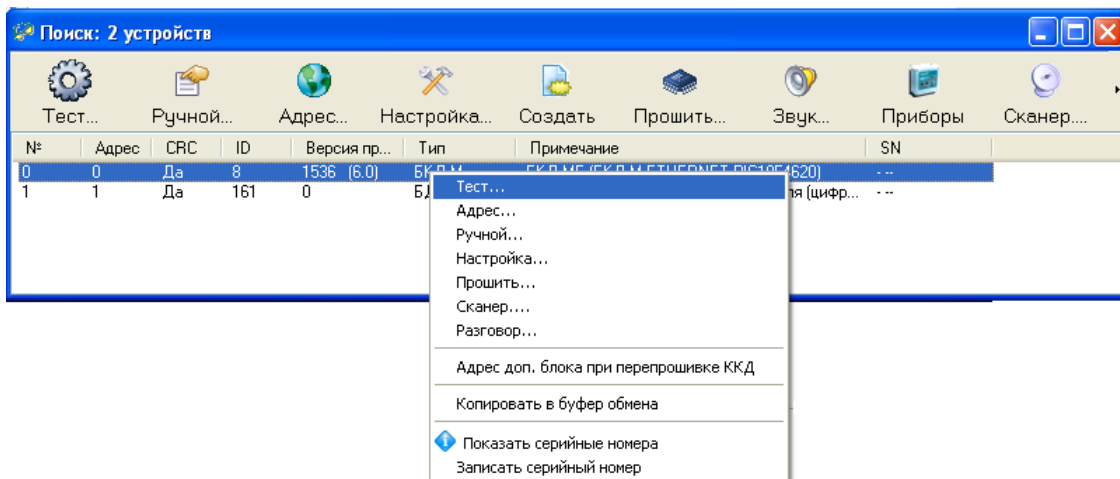

Рисунок 21 - Пункт "Тест"
3. В контекстном меню выбрать пункт «Тест» (рисунок 21).